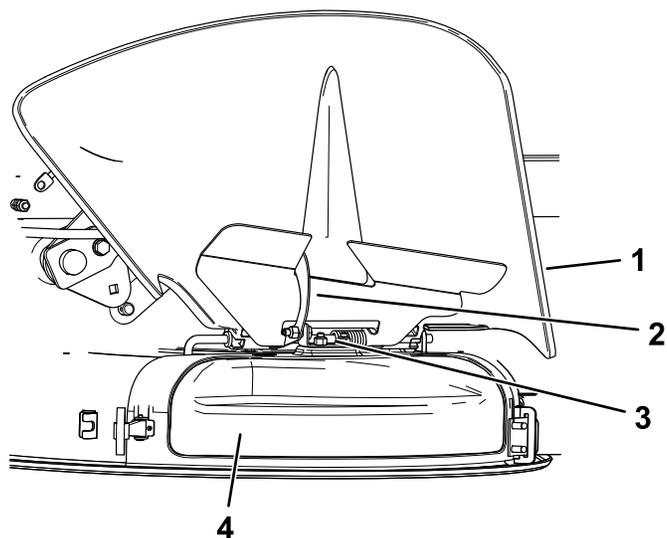

Figura 15
4. Liberare il dispositivo di chiusura a uncino sopra il coperchio dello scarico dall'asta di rotazione (Figura 15).
- Sopra il coperchio dello scarico, agganciate il dispositivo di chiusura a uncino all'asta di rotazione del gruppo deflettore (Figura 15).